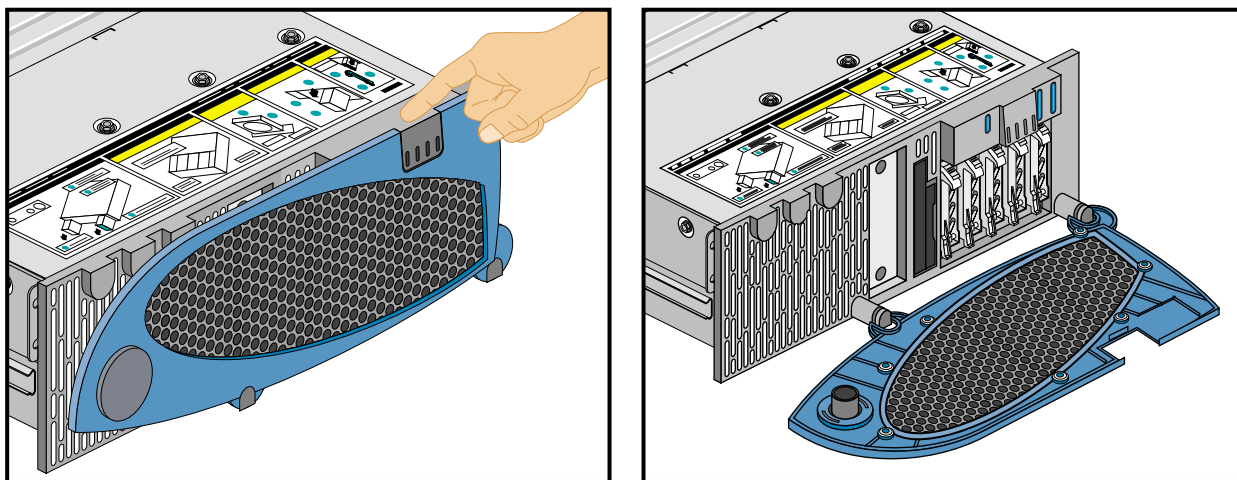

图 4-2 打开前挡板门
1. 拉动前挡板门高起的边并同时反压挡板锁闩区来打开前挡板门。有关此步骤的图示，请参见图 4-2。
1. 拉动前挡板门高起的边并同时反压挡板锁闩区来打开前挡板门。有关此步骤的图示，请参见第 81 页图 4-2。